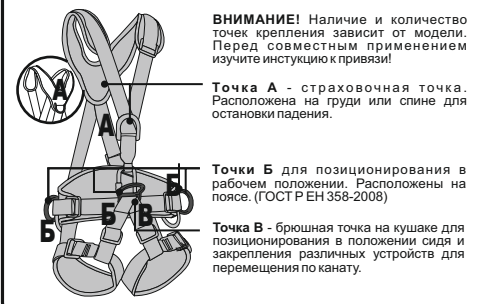

Рис. 5. Использование страховочного стропы (с амортизатором рыбка)
- подсосоединять амортизатор к точкам для позиционирования (рис. 5, в);